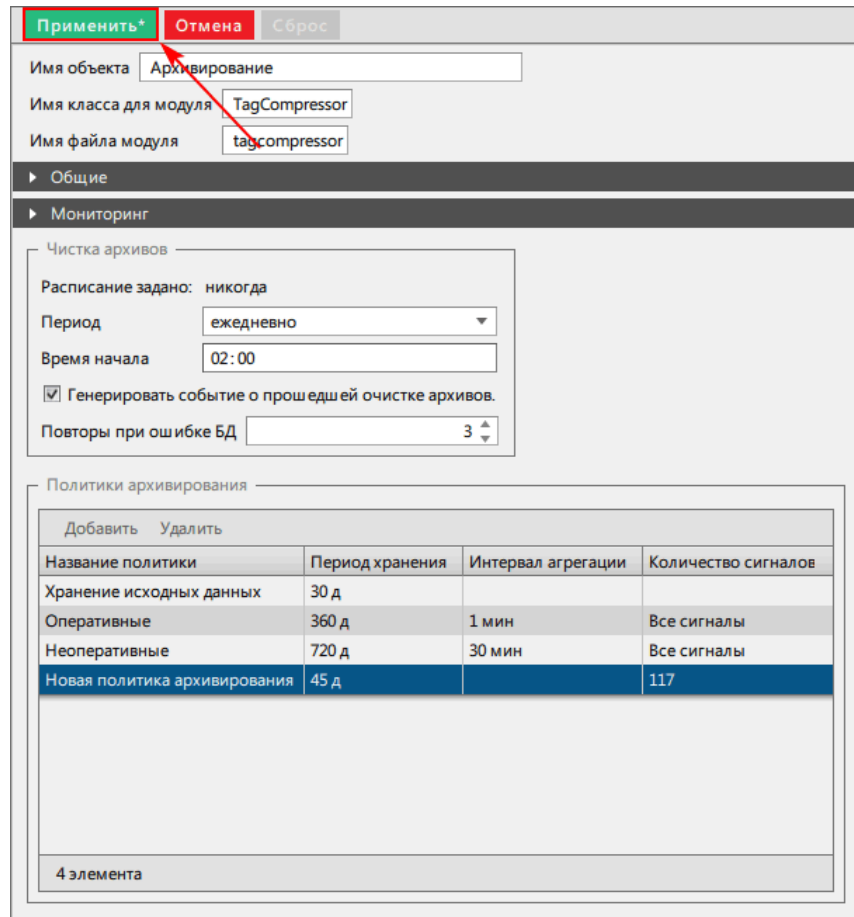

Рисунок 274 - Сохранение данных
6. Нажмите **Применить** (Рисунок 274).